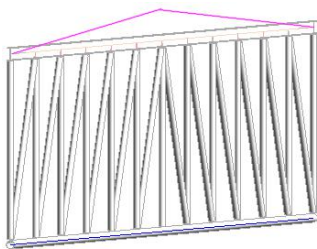

图 5-20 绘制新轮廓删除旧轮廓
- 选择线工具，绘制要将桁架约束到的轮廓；选择旧平面轮廓并将其删除（图 5-20）。